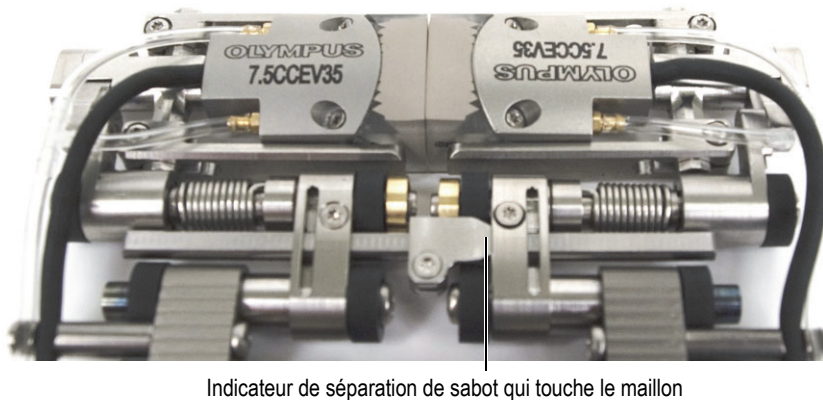

Figure 2-26 Rapprochement des côtés des sabots
5. Glissez les deux moitiés du scanner l'une vers l'autre jusqu'à ce que les côtés des sabots se touchent (voir la Figure 2-26 à la page 54).
6. Glissez la clavette vers la droite de façon à ce que l'indicateur de séparation de sabots touche le maillon droit (voir la Figure 2-26 à la page 54).